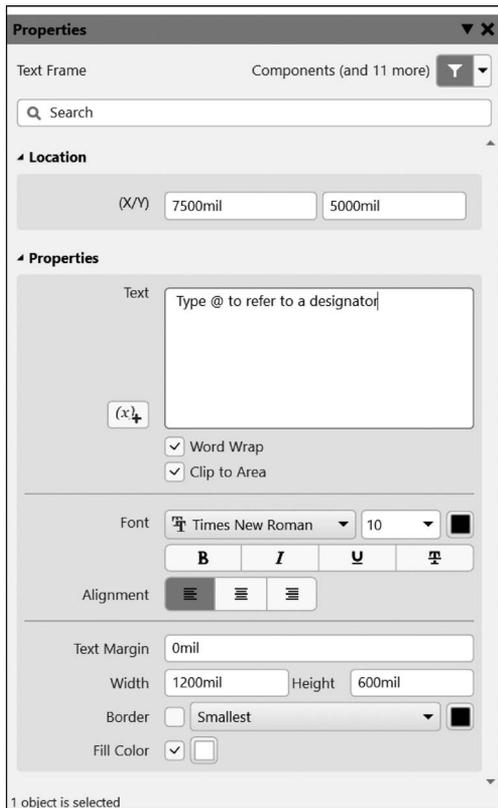

图 3.21 文本框属性面板
(1) 在电路原理图编辑器中,选择“放置”→“文本框”选项,光标变成十字形,并黏着一个文本框。
(2) 把光标移到电路原理图的适当位置并单击,确定文本框的一个顶点。
(3) 移动光标,确定文本框的对角顶点并单击,就放置了一个文本框。
(4) 双击文本框,弹出文本框属性面板,如图 3.21 所示。在文本框属性面板中,可以设置文本框的位置、内容、是否自动换行、字体、字号、字形、对齐方式、大小、是否显示边框、边框粗细、边框颜色、填充颜色等属性参数。